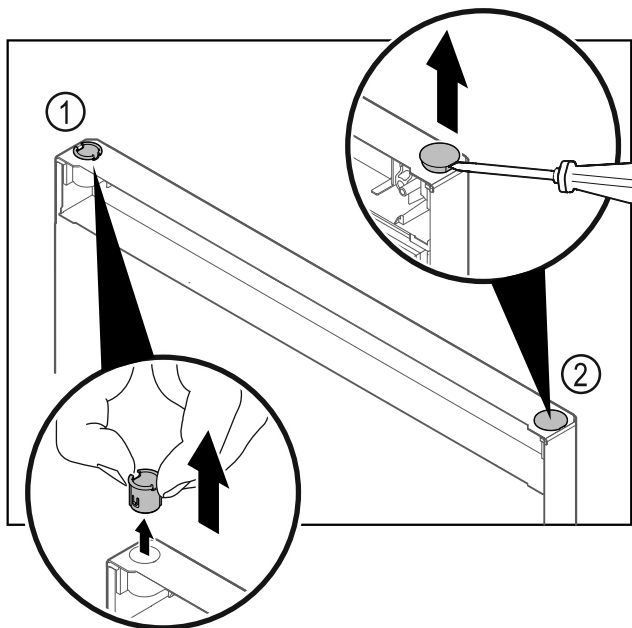

Fig. 11
- Dra ut gångjärnsbussningen Fig. 11 (1) med fingrarna.
- Lyft försiktigt upp pluggen Fig. 11 (2) med en spårskruvmejsel och dra ut den.